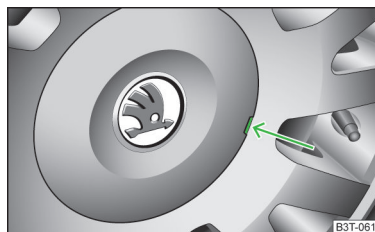

Fig. 174
- Desmontar con cuidado el embellecedor de rueda por medio del estribo de alambre del equipo de herramientas a bordo » fig. 174.